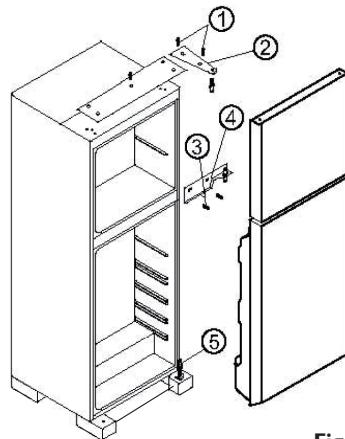

Fig. 1
- Retire los tornillos para sacar la bisagra (**Fig. 1, n.º 1 y 2**), retire la puerta del compartimento superior y colóquela en un lugar seguro.
- Para retirar la puerta inferior, afloje los tornillos de la bisagra de soporte central y sáquela. (**Fig. 1, n.º 3 y 4**)
- Levante la puerta inferior desde el pasador de la bisagra (**Fig. 1, n.º 5**) y colóquela en un lugar seguro.